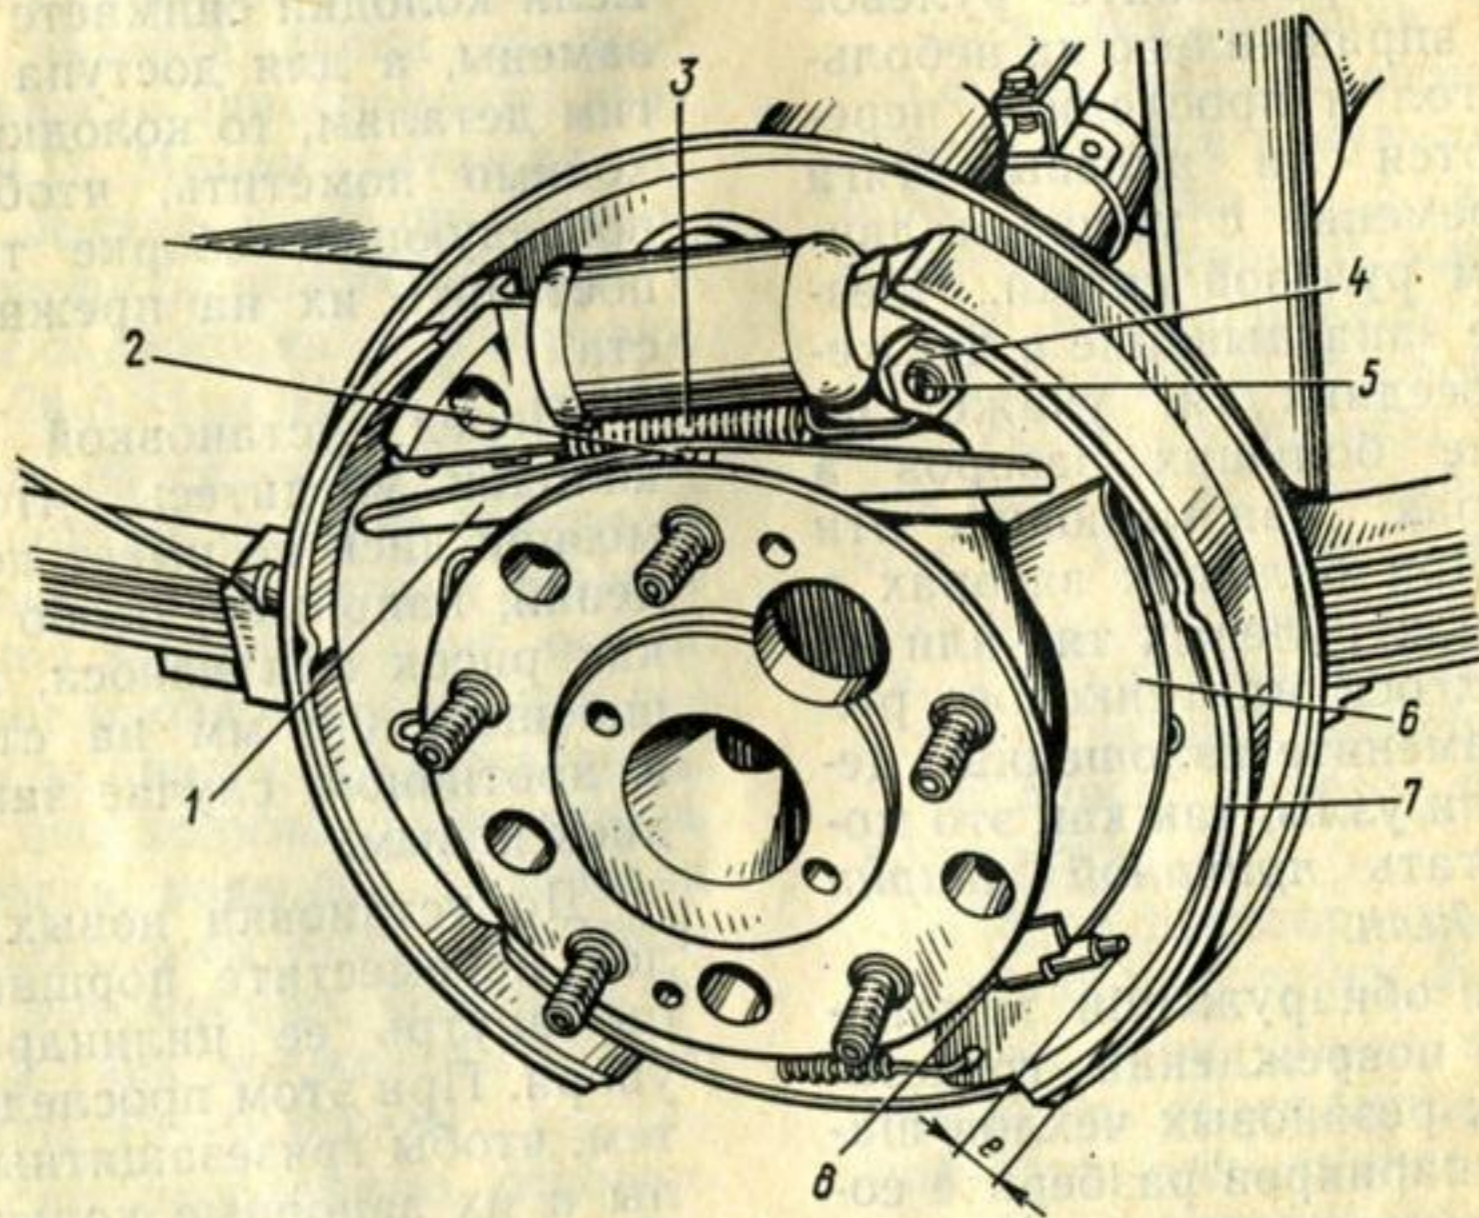

Рис. 65. Тормозной барабанный механизм заднего колеса:
**Барабанные тормоза задних колес** (рис. 65). Для осмотра тормозных колодок барабанных тормозов снимите тормозные барабаны. Поверхности фрикционных накладок должны быть чистыми, без следов смазки или грязи. При обнаружении следов смазки необходимо устранить причину ее появления, после чего очистить фрикционные накладки металлической щеткой и промыть их поверхность уайт-спиритом. Колодки, имеющие повреждения или толщину фрикционной накладки 1,5 мм и менее, необходимо заменить.
Может оказаться, что после такой регулировки действие стояночной тормозной системы останется по-прежнему неэффективным. Это будет указывать на то, что износ фрикционных колодок тормозов превысил величину, которую может выбрать ход рычага. В таком случае отрегулируйте положение разжимных рычагов 6 (см. рис. 65) на ребрах колодок тормозов.
3. Отверните на 2—3 оборота гайку 4 (см. рис. 65) регулировочного эксцентрикового винта 5 разжимного рычага 6. Затем, отжав отверткой пружину 8, вращайте винт 5 по часовой стрелке на левом тормозном механизме и против часовой стрелки на правом, перемещая рычаг 6, к ободу колодки 7. Рычаг передвигайте настолько, чтобы зазор  $e$  между наконечником троса и ободом колодки 7 был равен 4—6 мм.